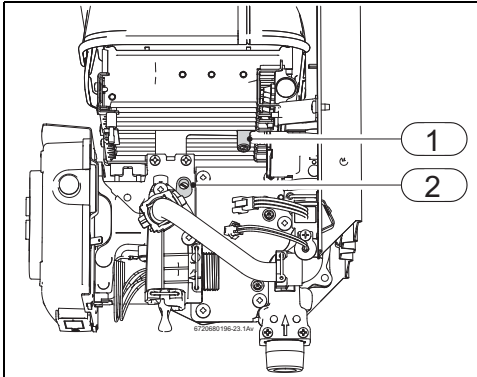

Fig. 24 Puntos de medición de presión
- ▶ Aflojar el tornillo obturador (Fig. 24, [1]).
- ▶ Conectar el manómetro al punto de medición para la presión del quemador (Fig. 24, [1]).
- ▶ Regular la presión del quemador mínimo (tabla 10) utilizando el tornillo de ajuste del caudal de gas mínimo (Fig. 24, [2]).